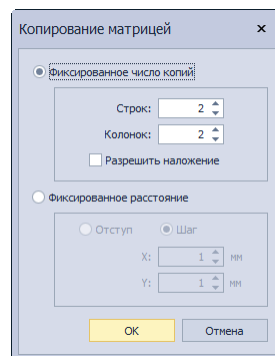

Рис. 378
- Фиксированное число копий (см. Рис. 378) – укажите число строк и колонок и установите при необходимости флаг в поле «Разрешить наложение», для допуска наложения копируемых объектов друг на друга.